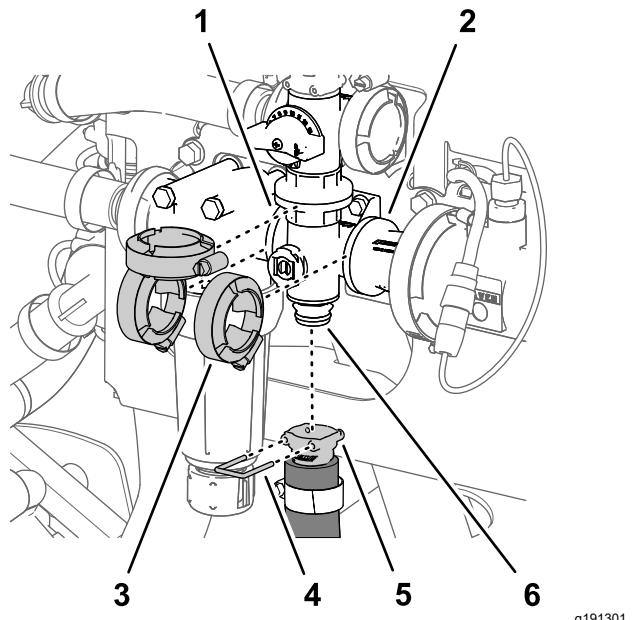

Figure 126
1. Alignez la bride du collecteur de la vanne d'agitation et les 3 joints sur les brides de la vanne de dérivation d'agitation, de la tête du filtre de pression et de l'adaptateur d'accouplement (Figure 125 et Figure 126).
2. Fixez légèrement le collecteur de vanne d'agitation à la vanne de dérivation d'agitation, la tête du filtre de pression et l'adaptateur d'accouplement (Figure 126) à l'aide des 3 colliers bride que vous avez retirés à la section Dépose de la vanne d'agitation du collecteur \(page 87\).
5. Serrez les 3 colliers bride à la main (Figure 126).
6. Fixez le raccord rapide du flexible d'agitation au raccord rapide du collecteur de vanne d'agitation à l'aide de l'étrier de fixation (Figure 126).